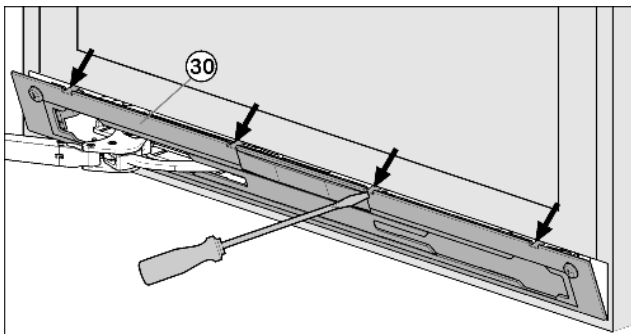

Fig. 11
- ▶ Выведите накладку *Fig. 11 (30)* из зацепления и снимите ее с помощью шлицевой отвертки.